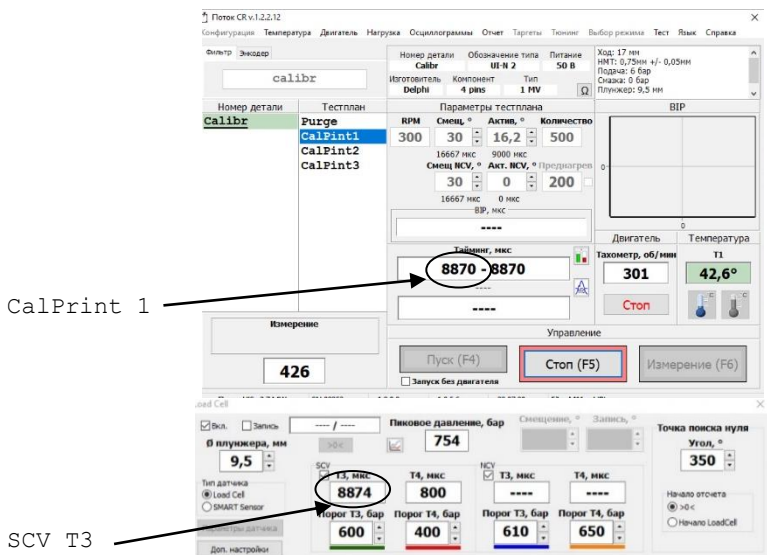

Рисунок 2.10 – Приближенное значение SCV T3 к CalPrint 1
- Изменяем угол смещения сначала на градус, а потом, для более точной подгонки, на десятые, добиваясь максимально приближенного значения SCV T3 (рис. 2.10) к заданному в тестплане для каждой точки: